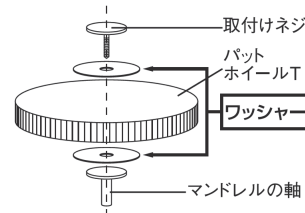

図1 マンドレルへのパットホイールTの取り付け
3) 仕上げ：付属のワッシャーを使用して、パットホイールTを市販のマンドレルに取り付けます(図1)。マンドレルの軸部を歯科用ハンドピース等に装着し、回転させます。表面を軽く滑らせるように研磨し、仕上げを行います。